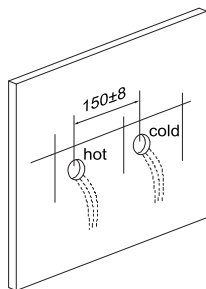

Figure 1
a) Faites couler l'eau pendant 1 à 2 minutes pour nettoyer le tuyau d'eau (Figure 1).